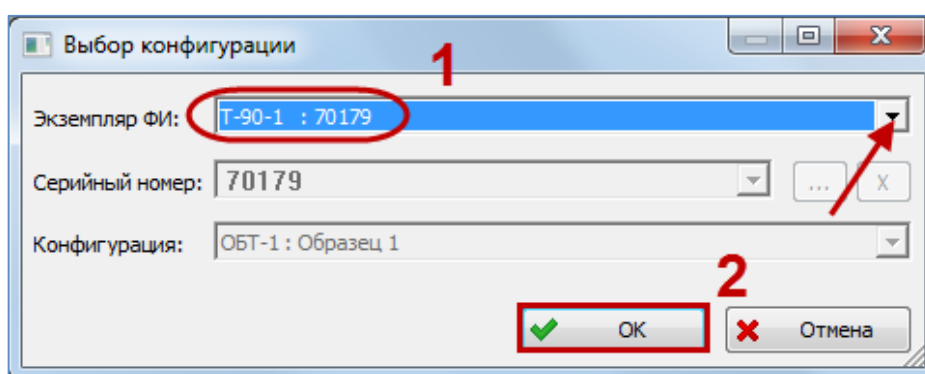

Рис. 14-33 – Окно «Выбор конфигурации»
- 3) Откроется окно «Выбор конфигурации» (рис. 14-33).